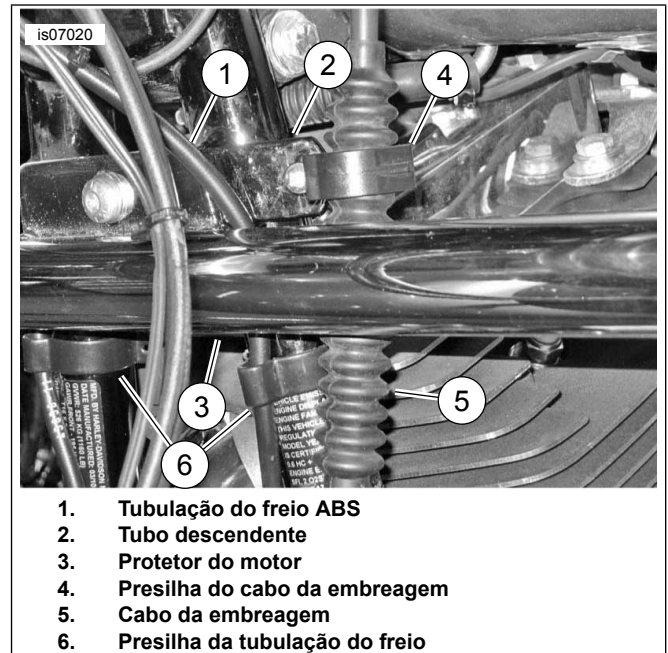

Figura 1. Passagem do cabo da embreagem e da tubulação do freio
1. Veja Figura 1. Verifique a posição da presilha do cabo da embreagem (4). A presilha deve se estender para fora. Caso contrário, gire a presilha 180 graus do seguinte modo:
- a. Abra a presilha (4) do cabo da embreagem no tubo descendente esquerdo (2) e remova o cabo da embreagem (5) da presilha.
Veja Figura 1. Ao instalar o protetor do motor nos modelos com freios ABS, passe a tubulação do freio (1) para fora do tubo da estrutura e por trás do protetor do motor (3) conforme exibido. Gire as presilhas de segurança (6) da tubulação do freio conforme exibido para permitir a passagem adequada da tubulação do freio.